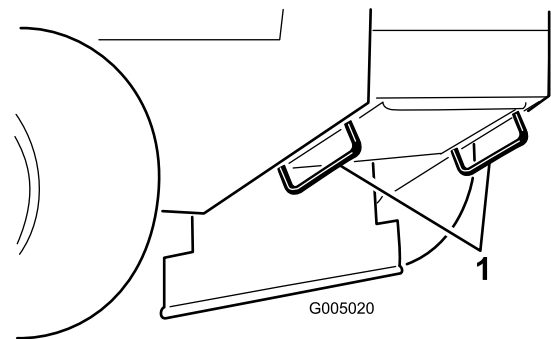

Bild 11
5. Befestigen Sie die Maschine mit den Metalbefestigungsschleifen und Riemen, Ketten, Kabel oder Seilen am Anhänger oder LKW (Bild 11).